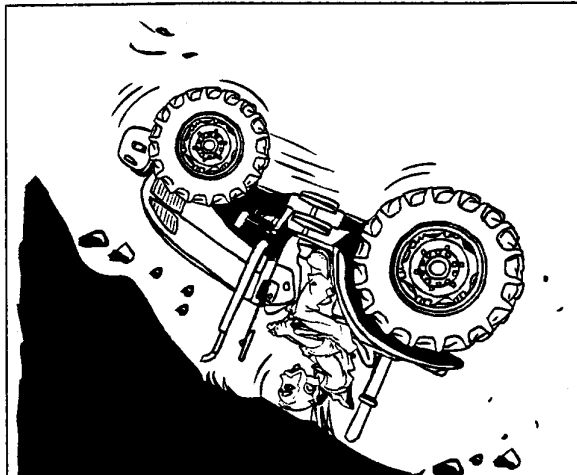
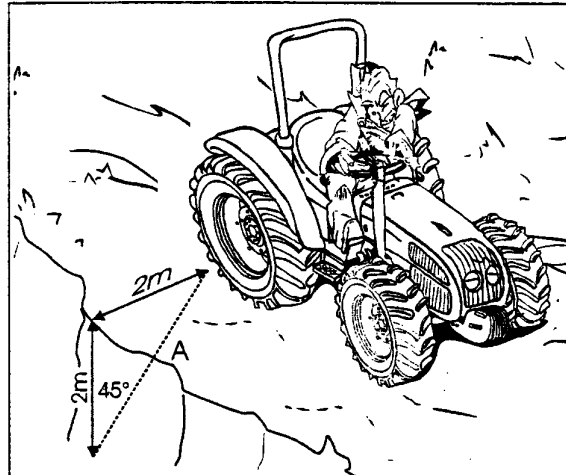

Fig.2-21
Fig.2-22
- Si opera cerca de zanjas y orillas, mantenga el tractor detrás de la línea de separación (A Fig. 2-22). Evite zanjas, diques, terraplenes y márgenes de ríos que podrían ceder. (Fig.2-21).